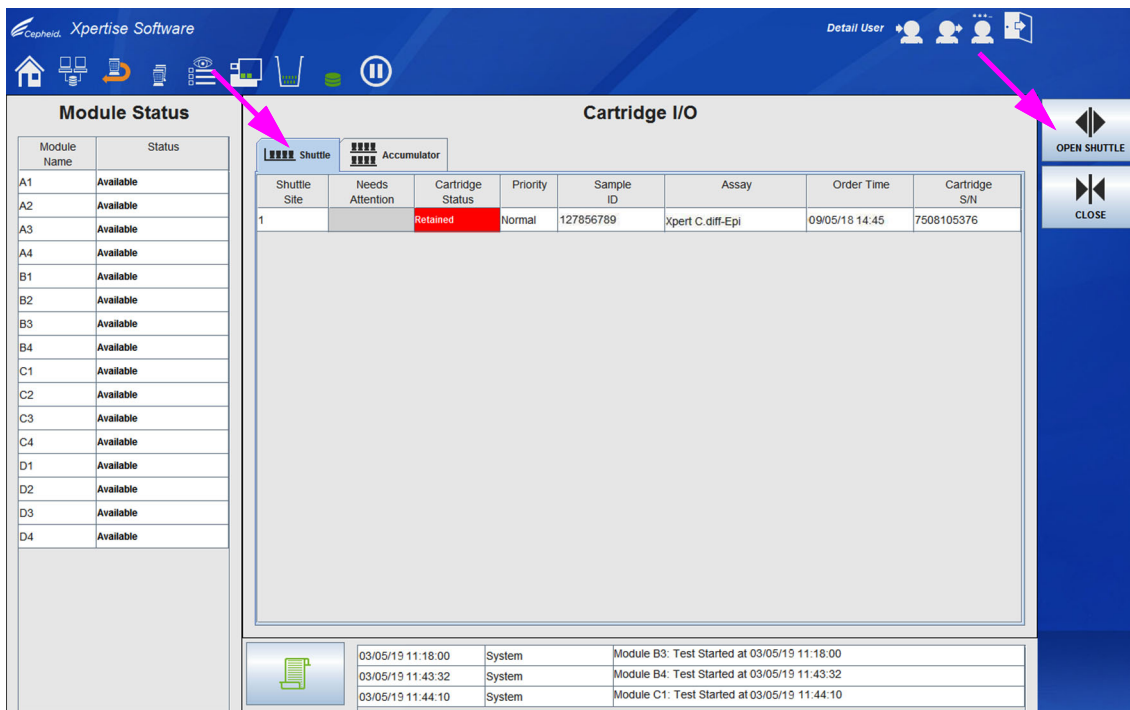
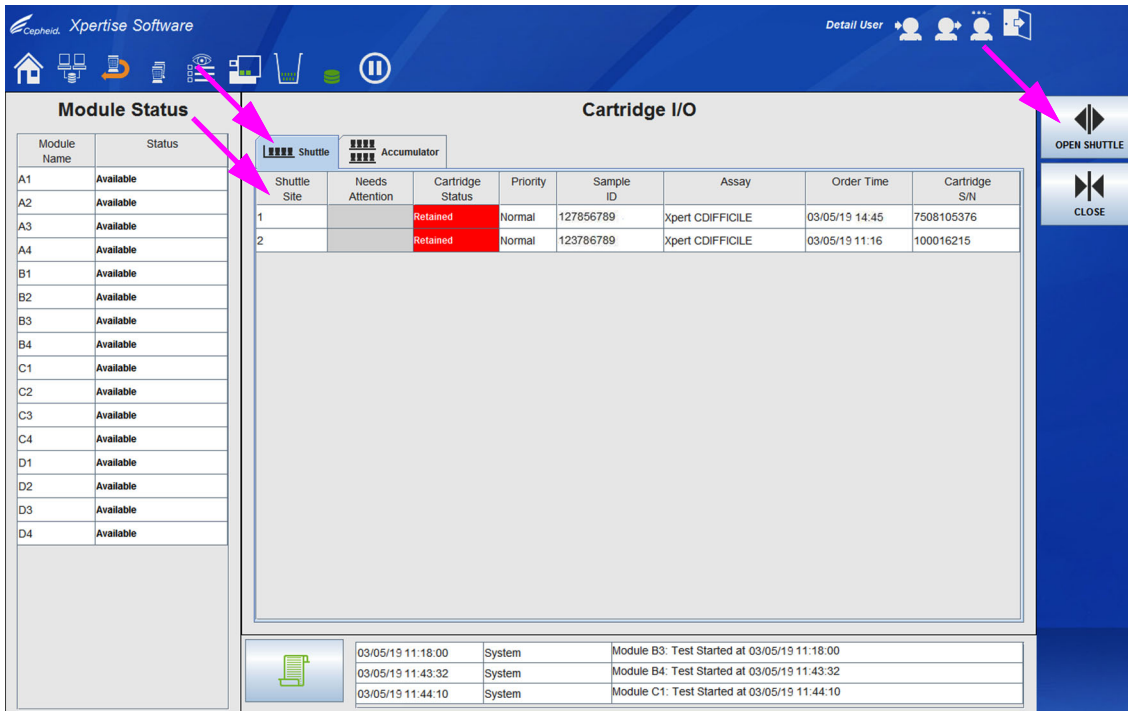
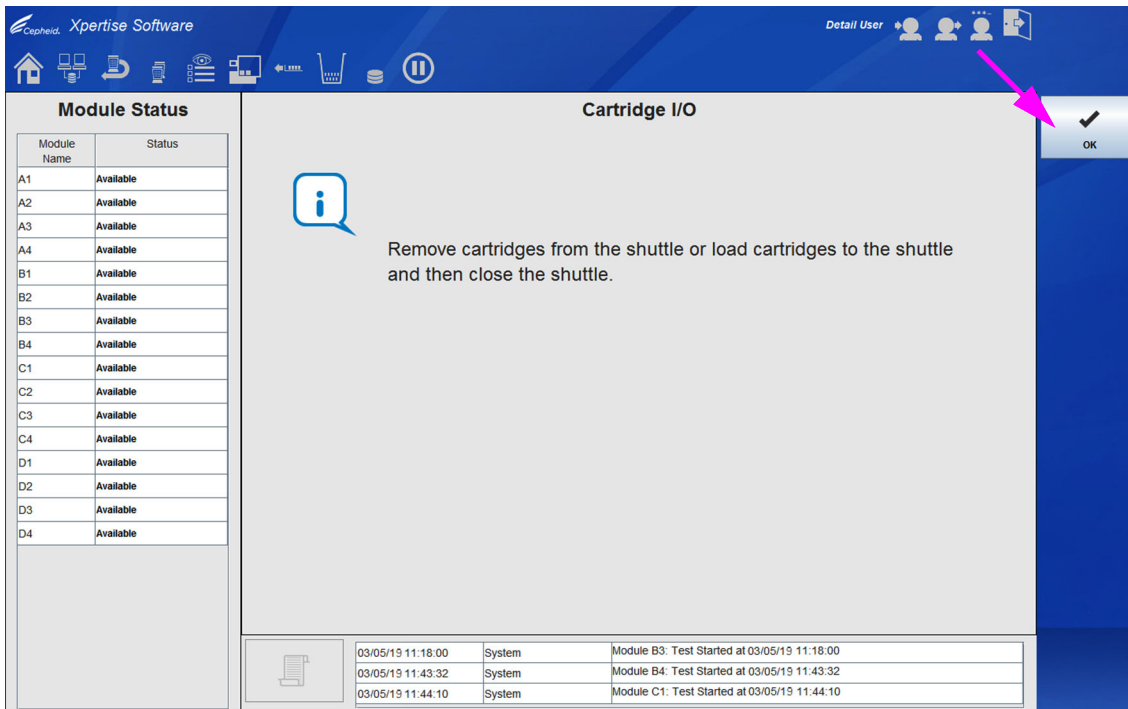
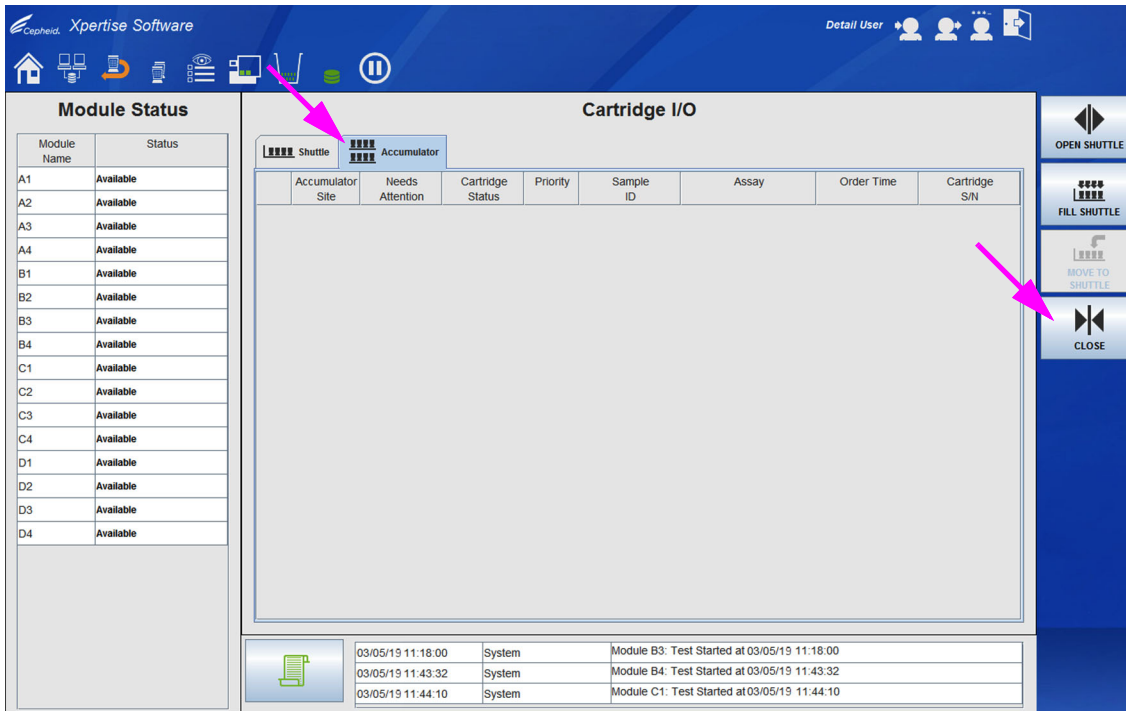

Figura 10-106. Área de trabalho Cartridge I/O (E/S cartucho) a mostrar o separador Shuttle (Vaivém)
Figura 10-107. Área de trabalho Cartridge I/O (E/S cartucho) a mostrar o separador Shuttle (Vaivém)
Figura 10-108. Área de trabalho Cartridge I/O (E/S cartucho) a mostrar Remove Cartridges (Retirar cartuchos)
Figura 10-110. Área de trabalho Cartridge I/O (E/S cartucho) a mostrar o separador Accumulator (Acumulador)
Em seguida, o separador Shuttle (Vaivém) da área de trabalho Cartridge I/O (E/S cartucho) aparece como ilustrado na Figura 10-106.
Em seguida, o separador Shuttle (Vaivém) da área de trabalho Cartridge I/O (E/S cartucho) aparece como ilustrado na Figura 10-107.
7. Selecione o botão **OPEN SHUTTLE (ABRIR VAIVÉM)** (ver Figura 10-106 ou Figura 10-107). O vaivém vai destrancar e é apresentada a área de trabalho Cartridge I/O (E/S cartucho) a dizer-lhe para descarregar os cartuchos do vaivém. Ver Figura 10-108.
9. Seguindo as instruções da área de trabalho Cartridge I/O (E/S cartucho) (ver Figura 10-108), feche a porta do vaivém e selecione o botão **OK**. O separador Accumulator (Acumulador) da área de trabalho Cartridge I/O (E/S cartucho) vai mostrar que todos os cartuchos foram retirados do acumulador. Ver Figura 10-110.
10. Selecione o botão **FECHAR (CLOSE)** para fechar a área de trabalho Cartridge I/O (E/S cartucho). Ver Figura 10-110.